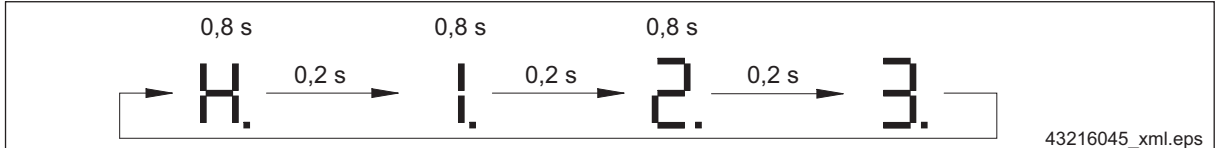

Fig. 8 Exemple : 123 heures de service
- Heures de service ⇒ Fig. 8, Page 31,